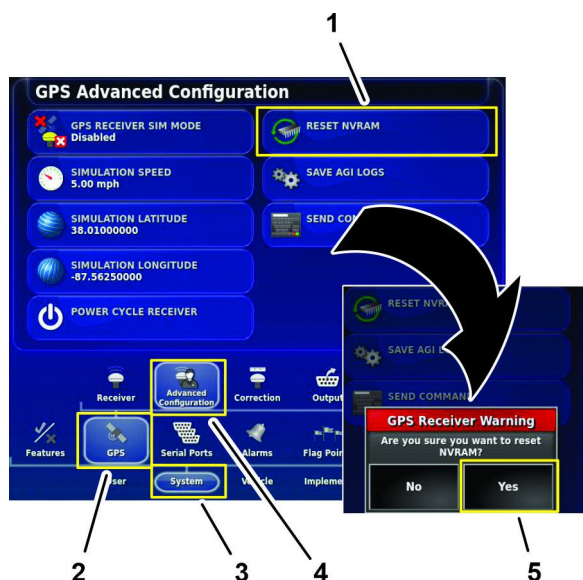

Figura 250
1. Nella schermata di configurazione, premete l'icona SISTEMA, GPS e CONFIGURAZIONE AVANZATA (Figura 250).
2. Nella schermata di configurazione avanzata del GPS, premete l'icona RESET DELLA NVRAM (Figura 250).
3. Nella finestra di dialogo degli avvisi sulla ricezione del GPS, premete l'icona Sì (Figura 250).